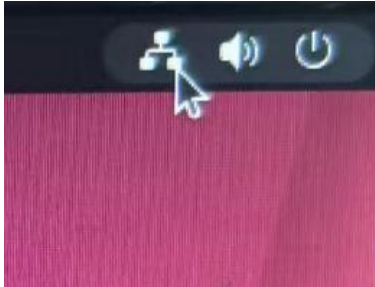
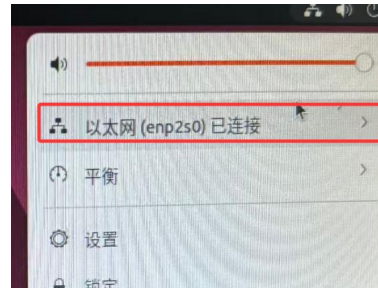
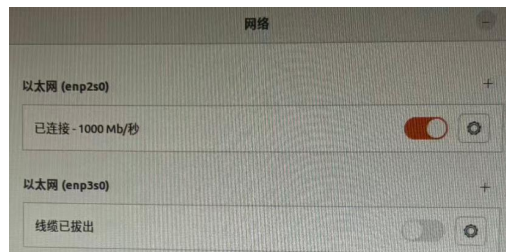

图4
图5
图6
3、在操作系统页面，点击右上角网络设置图标，如图4所示，然后点击以太网，如图5所示，选择有线设置，进入网络设置界面，如图6所示。